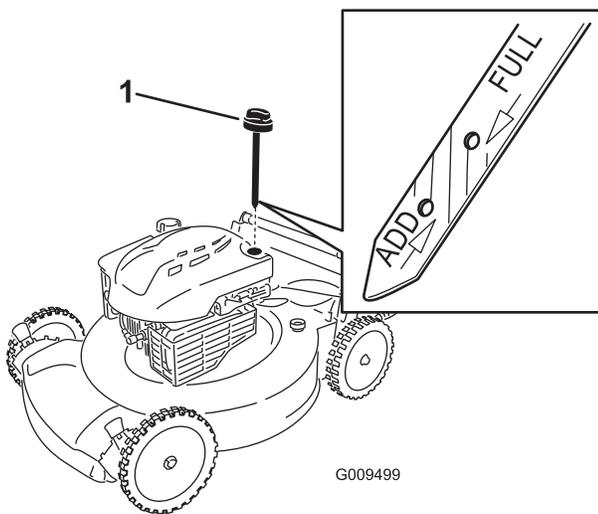

Figura 11
2. Retire la varilla, límpiela, y vuelva a colocarla (Figura 11).
3. Retire la varilla y compruebe el nivel de aceite (Figura 11). Si el nivel de aceite está por debajo de la marca "Add" de la varilla, vierta lentamente aceite en el tubo de llenado hasta que el nivel llegue a la marca "Full" de la varilla. **No llene demasiado.**